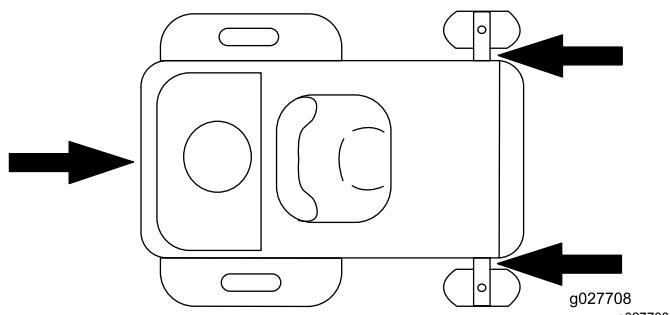

Figure 28
- Arrimez la machine près des roues pivotantes avant et du pare-chocs arrière (Figure 28).